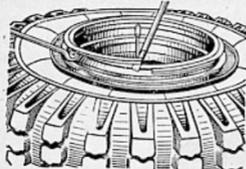

Рис. 62. Демонтаж колеса
- снимите замочное кольцо (рис. 62);